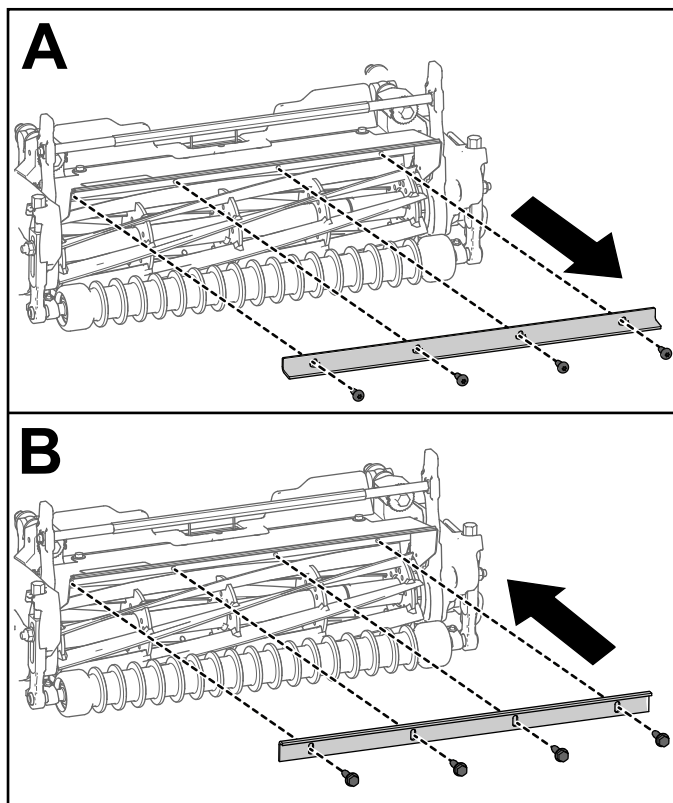

Figura 5
- Dacă modelele de unități de tăiere 04657 i 04658 sunt utilizate pe orice altă unitate de traciune Greensmaster 3300 sau 3400, îndepărtați bara de deviere a ierbii i înlocuiți-o cu o bară de separare (nr. piesă 115-3303-03) i 4 uruburi (nr. piesă 131-6150) aa cum se arată în Figura 5.